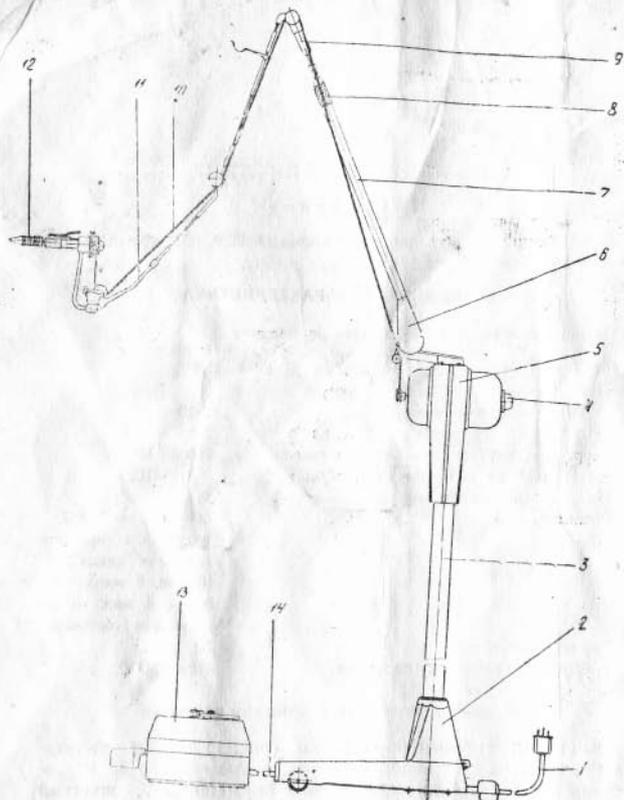

Рис. 1. Общий вид бормашины:
Основными частями бормашины (рис. 1) являются: штатив бормашины с основанием и электродвигателем 4, пускорегулирующее устройство 13, стойка бормашины 7, жесткий рукав 11, зубоорачебный наконечник 12, шнур бесшовный 10.
2. Вставить жесткий рукав, надеть шнур бесконечный, отрегулировав натяжение шнура с помощью удлинителя 9 (рис. 1) в стойке бормашины, и подсоединить наконечник с инструментом.